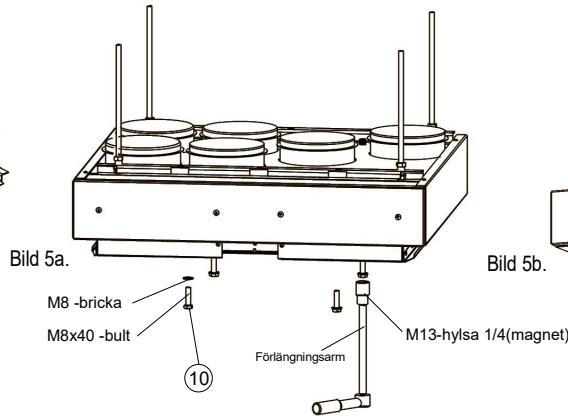
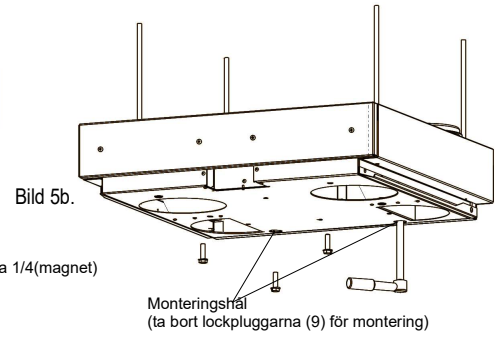

Bild 5a.
Bild 5b.
5. Adaptern fästs på takmonteringsplattan underifrån med fyra M8x40 bultar (10) med brickor (bild 5a). Infästning sker framifrån genom kanalöppningar och bakifrån genom monteringshålen (bild 5b). Bultarna dras åt så att takmonteringsplattan tätar jämnt mot adapterns lockisolering, inte tätare.